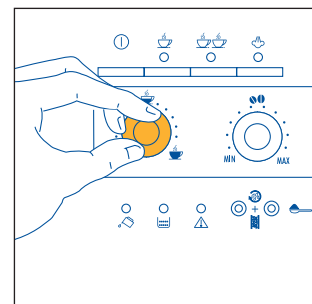

Fig.8
- 3) Ställ in önskad mängd kaffe med vredet till vänster (fig. 8). Ju längre medsols du vrider det, desto mer kaffe får du. När maskinen är ny krävs det att du lagar några koppar för att hitta den inställning som ger dig en espresso med önskad smak.